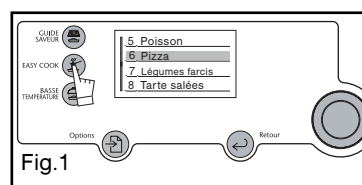

Fig.1
- Appuyez sur le bouton "EASY COOK" (fig 1).